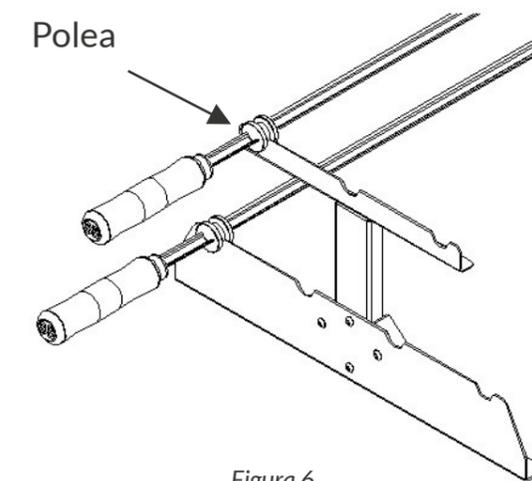

Figura 6
d) Después de fijar las partes, ajuste la Polea de los espetos. La Polea debe estar suelta y su canal posicionado en el centro del Soporte Frontal (Figura 6). Luego, vuelva a apretar el tornillo que fija la Polea en el espeto, dejándola firme para evitar que el espeto se desenganche de la Estructura Trasera y caiga al fuego.